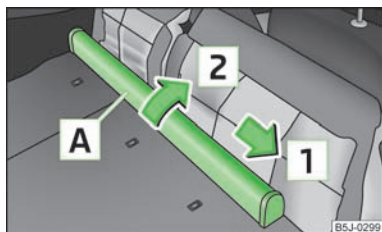

Fig. 53
- Poussez le boîtier du filet de séparation **A** » fig. 53 dans le sens de la flèche **1** et sortez-le du logement du dossier droit dans le sens de la flèche **2**.